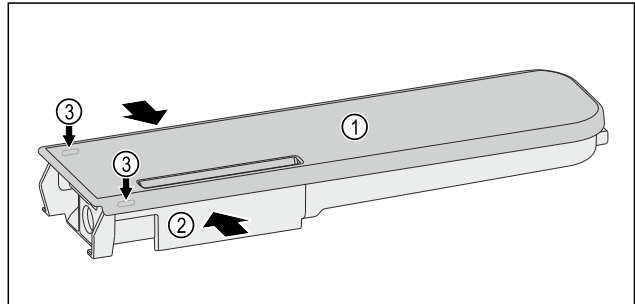

Fig. 195
- Presser le réservoir d'eau Fig. 195 (2) et faire lever pour lever précautionneusement le couvercle Fig. 195 (1) par les ergots Fig. 195 (3).
- Faire légèrement bouger le couvercle Fig. 195 (1) de l'avant vers l'arrière puis le retirer par le haut.